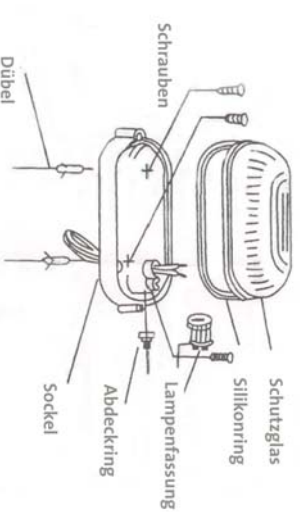

FIG. 2
2. Fare passare il cavo di collegamento attraverso l'entrata cavi nell'alloggiamento della lampada (fig. 2)